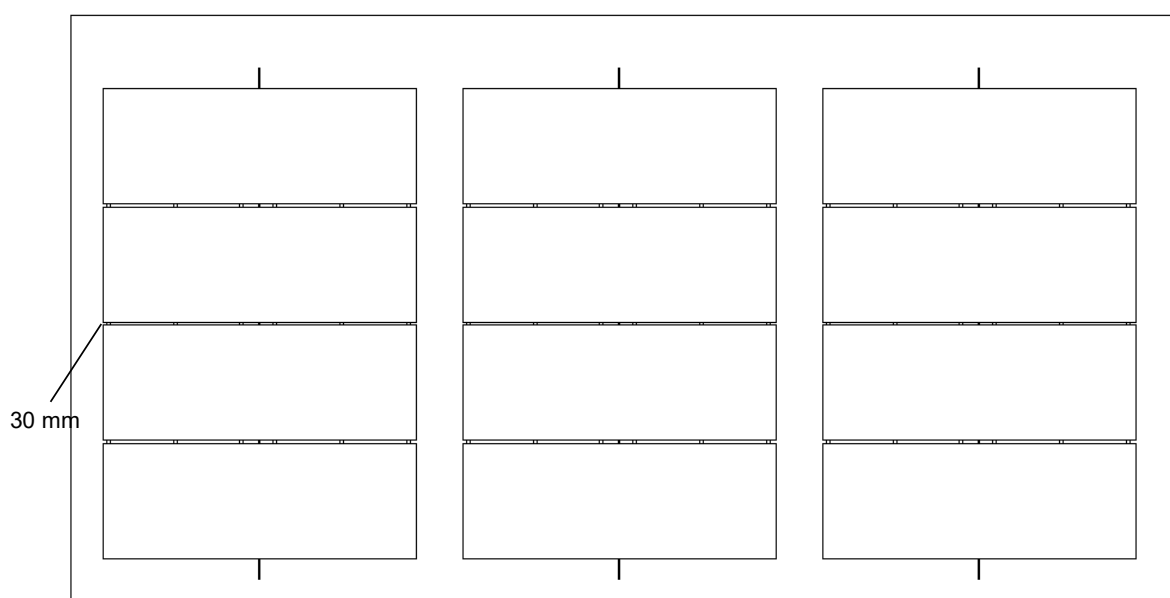

Figura 16
⑥ Deve ser deixada uma distância de 30 mm (± 5 mm) entre dois produtos adjacentes e um caminho de acesso para manutenção com largura suficiente deve ser fornecido entre duas fileiras de produtos. (conforme mostra a Figura 16).